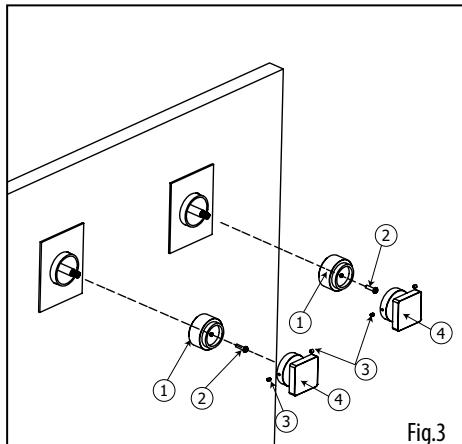

Fig.3
Insert the shut-off handle adapters (1) onto the shut-off valve broaches. Secure them with supplied screws (2). Afterwards, insert handles (4) to all adapters and secure each of them with 2 supplied set screws (3) (fig.3).
Placer les adaptateurs (1) sur la tête des valves d'arrêt. Les fixer avec les vis (2) fournie. Ensuite, insérer les poignées (4) sur les adaptateurs et fixer chacune avec les 2 vis de retenues (3) fourmies (Fig.3).
Insert the thermo broach extension (6) onto the thermo cartridge broach. Afterwards, insert the thermo handle adapter (7) onto the thermo broach extension (6). Make sure the temperature limit stopper button is aligned with the 100°F / 38°C mark on the trim (5) (fig.3). Secure the adapter with supplied screw (8). Insert handle (9) and secure it with the 2 supplied set screws (10).
Insérer la rallonge pour cartouche thermostatique (6) sur la cartouche thermostatique. Ensuite, insérer l'adaptateur (7) sur la tête de la rallonge (6). Assurez-vous que le bouton du limiteur de température soit aligné avec la marque de 100°F / 38°C inscrite sur la plaque (5) (Fig.3). Fixer ensuite l'adaptateur (7) avec la vis (8) fournie.